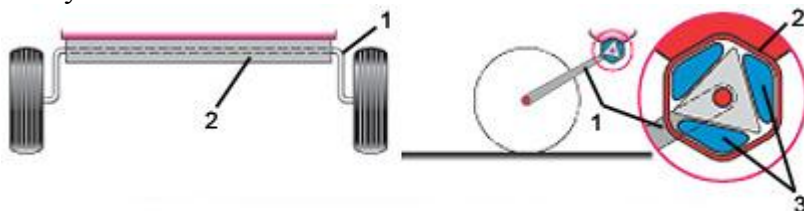

Рис.3. Устройство оси на резино-жгутовом торсионе
3.4.1 Ось-тандем на резино-жгутовом торсионе независимая (Рис.3.) состоит из трех профилированных труб (2), две из которых вставлены внутрь третьей. Между трубами защемлены резиновые жгуты (3). Наружная труба закреплена поперечно на раме. К торцам внутренних труб крепятся маятниковые рычаги (1) со ступицами. Подвески такого типа практически не требуют обслуживания.